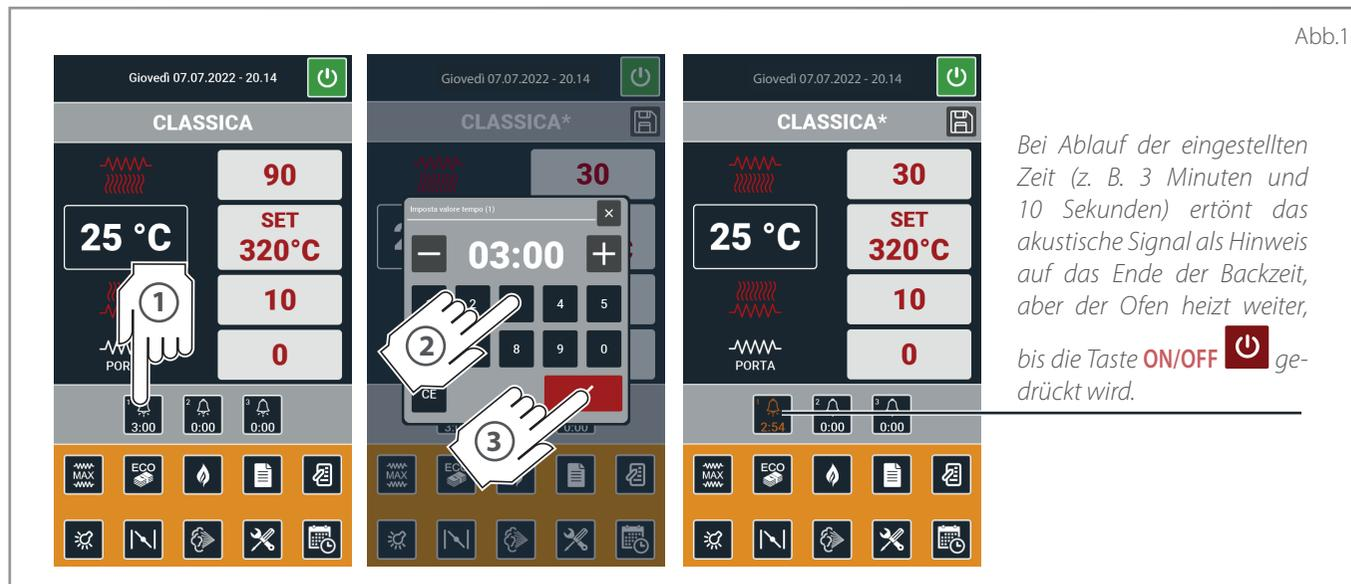

Abb.16
► Abb.16 - Einstellung über Display